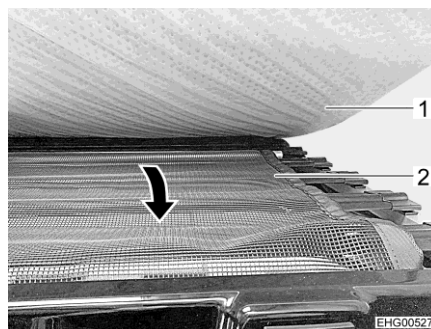

Bild 73 Skyddsnet
- Dra ut skyddsnetet (Bild 73,2) under madrassen (Bild 73,1) och spänn det över åtkomstöppningen.